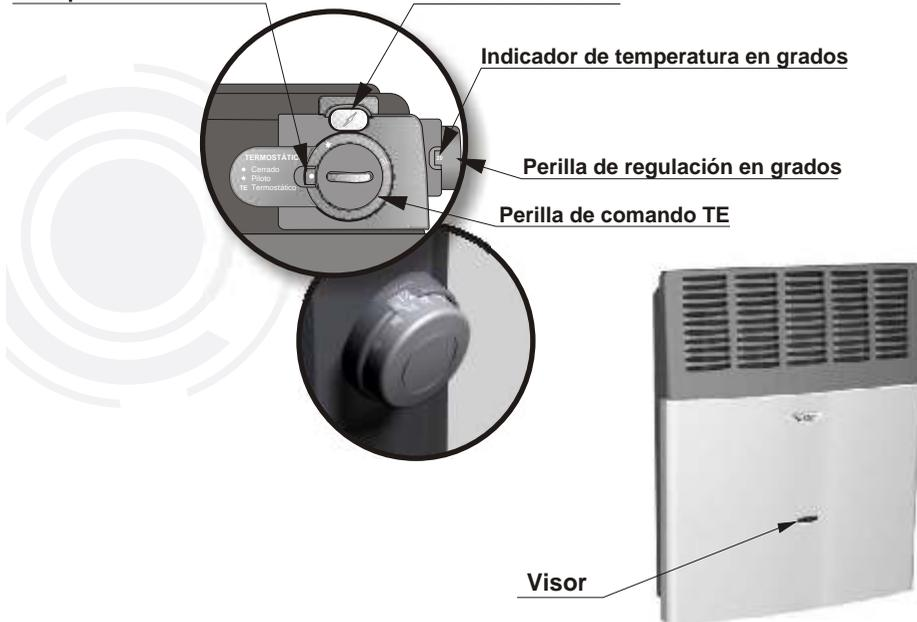

Fig. 6
Con la **Perilla de Comando TE** (fig. 6), ubicada en la parte superior derecha del calefactor, se realizan las operaciones básicas para el manejo del calefactor, por ejemplo, para el **Apagado Total**, para el **Encendido del Piloto** y para poner en **Termostato (TE)**.
Con la **Perilla de Regulación en Grados** (fig. 6), ubicada en el lateral derecho del calefactor, se elige la temperatura deseada para el ambiente.
Instrucciones de encendido (Fig. 6)
- Presione a fondo la **Perilla de Comando TE** (Fig. 6) en la posición ● (Cerrado) y gírela hasta que el símbolo ★ (Piloto) quede alineado con el indicador de posición (Fig. 7a).
- Presione a fondo la **Perilla de Comando TE** y, manteniéndola oprimida, pulse el **Botón del Encendido** (Fig. 6).
- Observe por el **Visor** (Fig. 6) del gabinete para verificar si el piloto ha encendido. Si no lo ha hecho, repita esta operación hasta lograrlo.
Para colocar la **Perilla de Regulación en Grados** (Fig. 6) en la temperatura elegida, es conveniente, primero girarla hasta la posición de temperatura máxima (36 °C) y, a continuación, retroceder hasta la posición de la temperatura deseada.